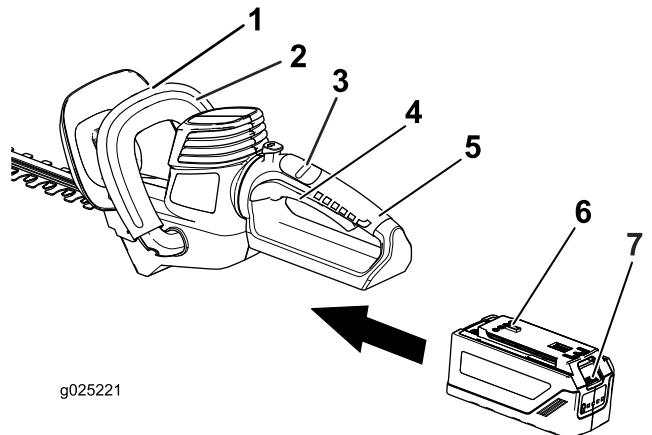

Bild 3
2. Flachten Sie die Nase des Batteriepacks mit dem Hohlraum im Griffgehäuse aus (Bild 3).
3. Fassen Sie den Abzugsgriff an (Bild 3).
5. Fassen Sie den Abzugsgriff mit einer Hand an. Fassen Sie den Hilfsgriff mit der anderen Hand an und drücken Sie den Hilfsgriffabzug (Bild 3).
- Schieben Sie den Sperrschatz nach hinten (zu Ihnen) und drücken Sie dann den Abzugsschalter, um den Heckenschneider einzuschalten (Bild 3).
1. Lassen Sie entweder den Abzugsschalter oder den Hilfsgriffabzug los (Bild 3).